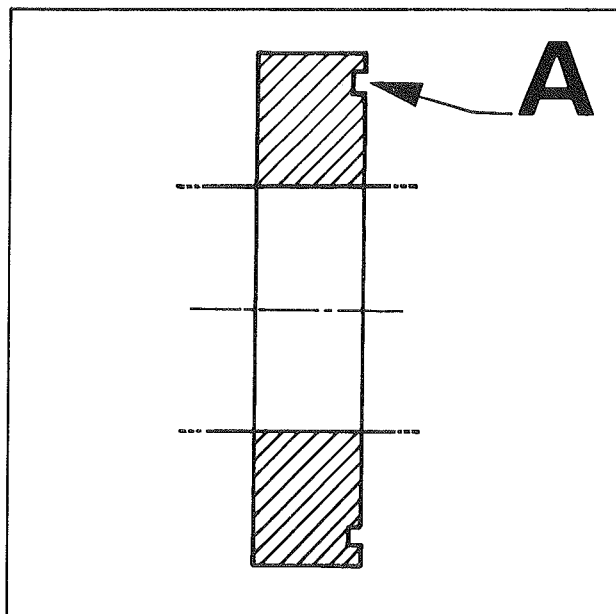

Fig. 27
Nota - Cette entretoise est susceptible de comporter une gorge (A) (fig. 27) d'identification du sens de montage. Cette gorge doit être orientée impérativement côté roulement. La face d'appui ayant subi une opération de rectification supplémentaire.